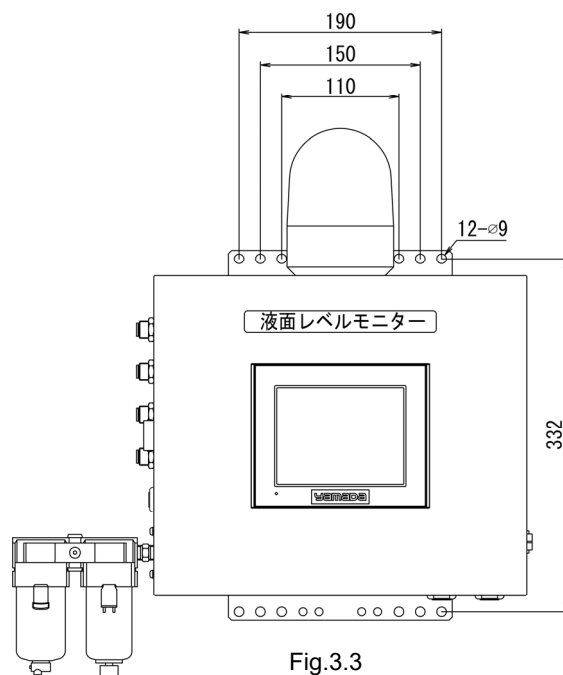

Fig.3.3
2) 警報盤の取り付け寸法を参照し、壁にアンカーボルトなどを施工してください。(4 か所固定) (Fig.3.3)